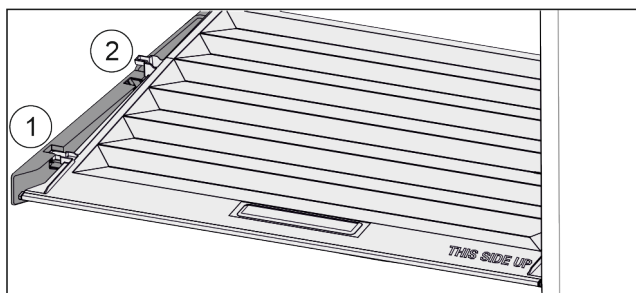

Fig. 71
- ▶ Vytáhněte víko dopředu až k otvoru v přídržných dílech Fig. 71 (1).
- ▶ Vzádu zespolu nadzvedněte a vyjměte směrem nahoru Fig. 71 (2).